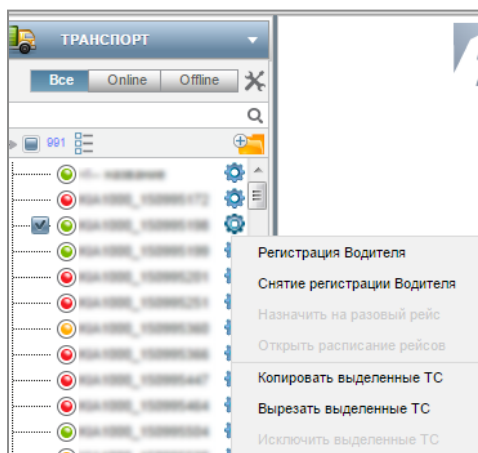

Рисунок 75. Меню ТС
- ТС, для которого необходимо зарегистрировать водителя и нажмите  и выберите «Регистрация водителя» (Рисунок 75) или